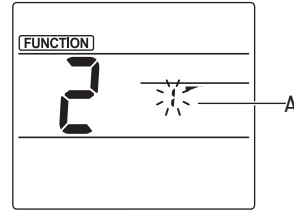

Fig. 2
② Kanatçık sayısını seçme (Fig. 2)